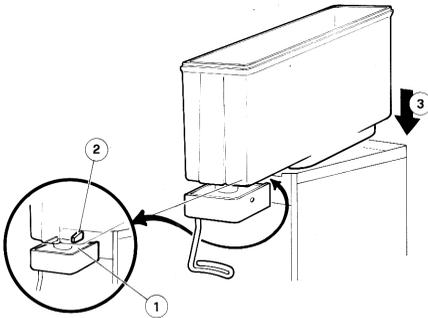

figure 8
**CADDY 5/2 - 5/3 - 5/4:** s'assurer que le corps du robinet (1) soit au-dessous de la griffe (2) en saillie du plan égouttoir (voir figure 8).